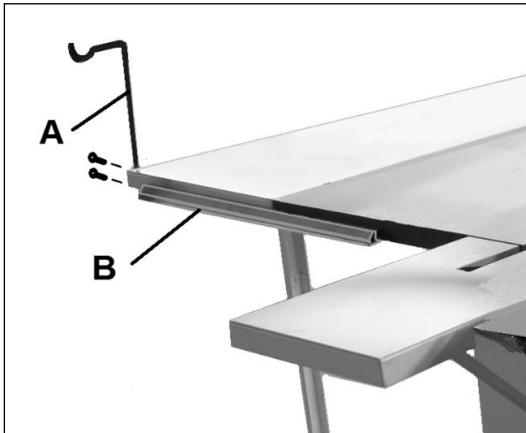

Рис. 8-2
Установите держатель для шланга (A, Рис. 8-2) и опору стола (B).